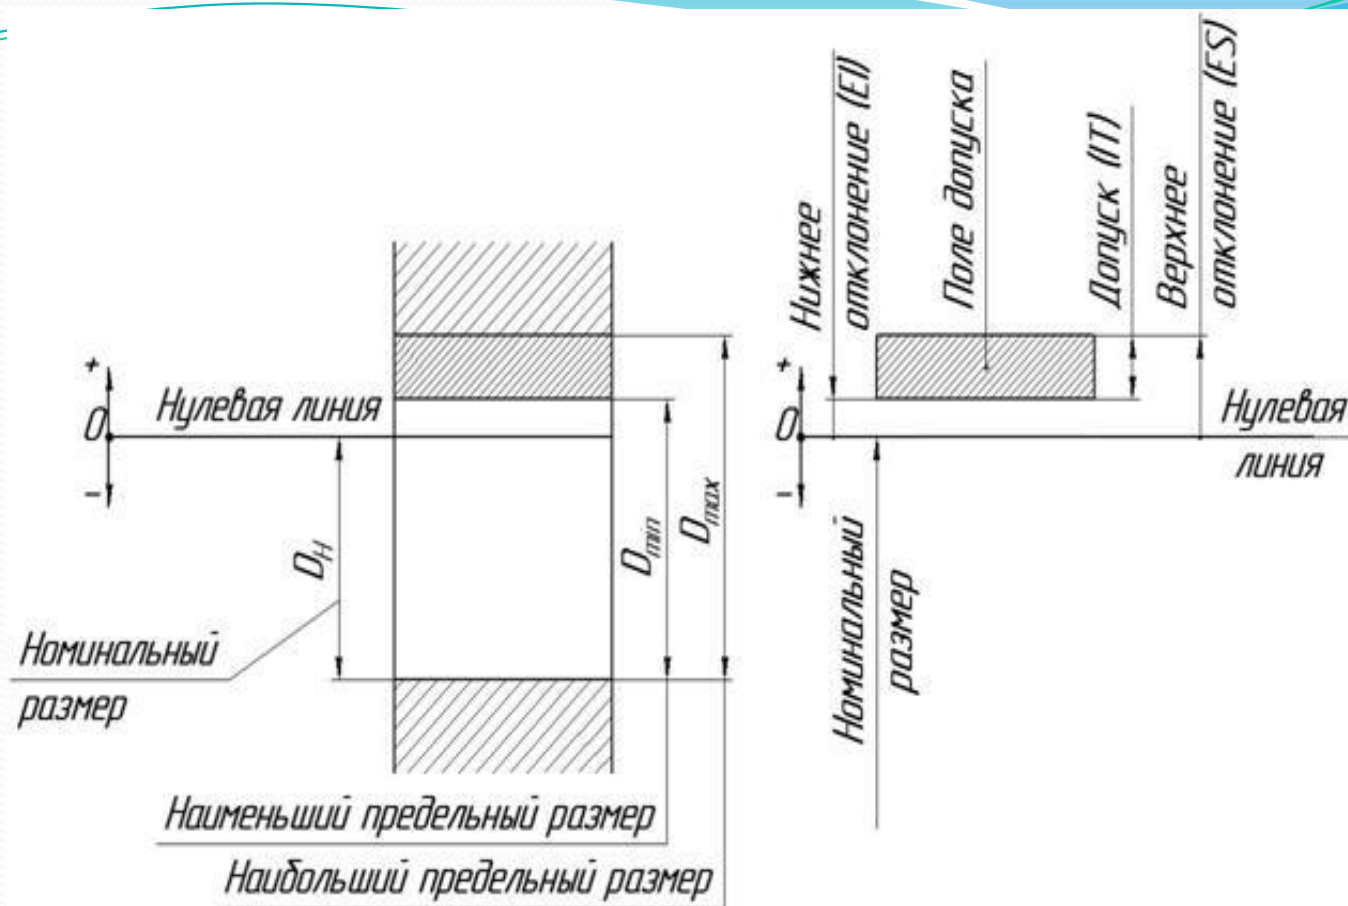

Рис. 1. Предельные размеры отверстия и графическое изображение его поля допуска:
*Предельные размеры* – два предельно допустимых размера, в пределах которых должен находиться действительный размер детали (рис. 1, а, б).
*Допуск (T)* – разность между наибольшим и наименьшим предельными размерами или алгебраическая разность между верхним и нижним отклонениями.
*Стандартный допуск (IT)* – допуск, установленный системой допусков и посадок.
*Поле допуска* – поле, ограниченное наибольшим и наименьшим предельными размерами или верхним и нижним отклонениями и определяемое его положением относительно номинального размера (рис. 1, б).